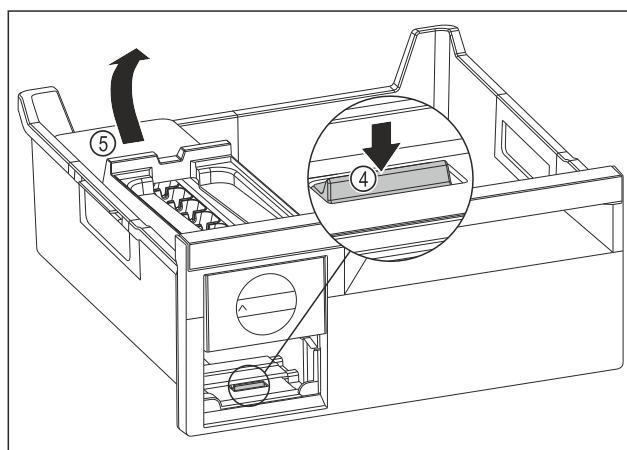

Fig. 212
- ▶ Извлеките корпус EasyTwist-Ice: Надавите пальцем вниз на накладку Fig. 212 (4) и одновременно другой рукой поднимите корпус EasyTwist-Ice Fig. 212 (5) сзади.